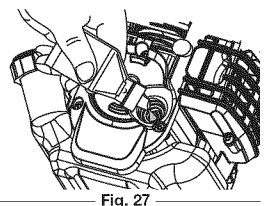

Fig. 27
- Remplissez de nouveau le carter moteur de 90 ml (3,04 oz) d'huile SAE 30 SF, SG, SH (Fig. 27).